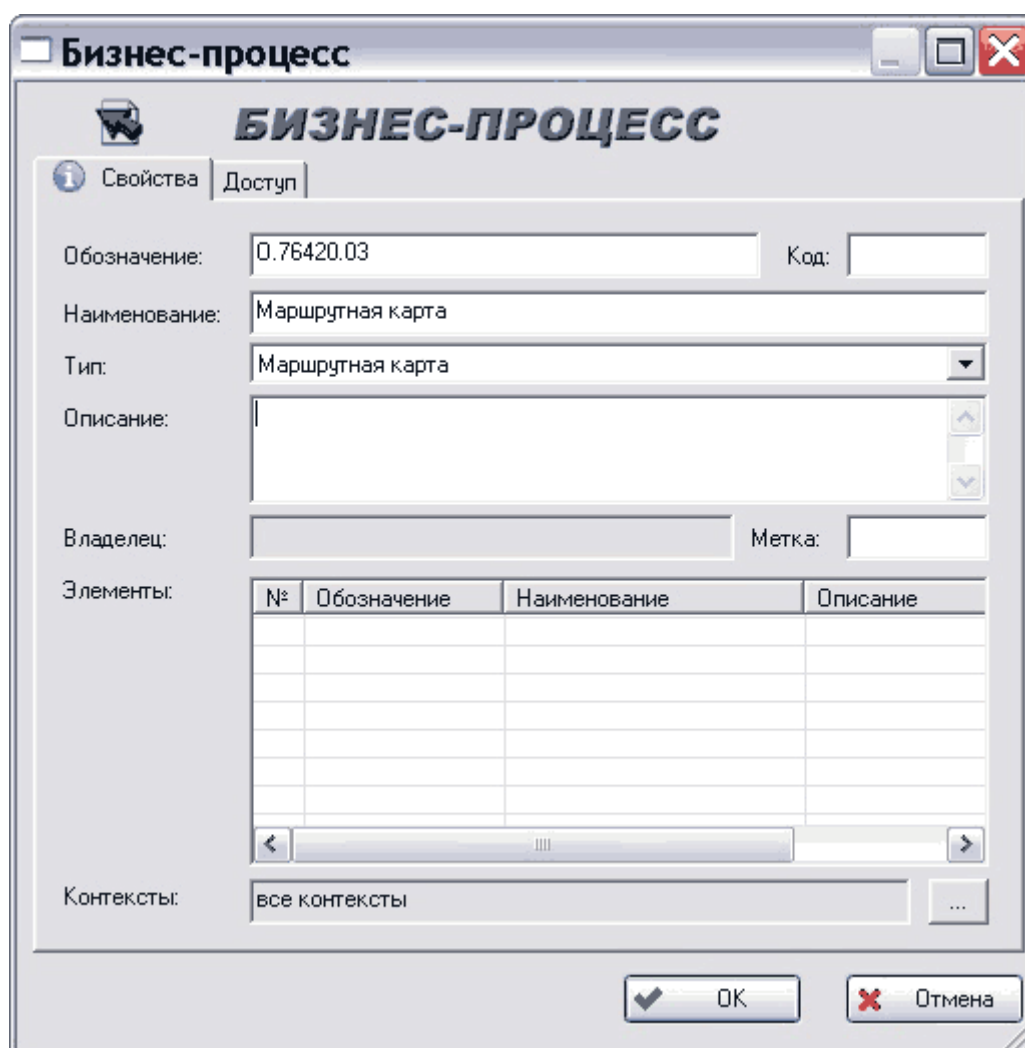

Рис. 172
3. В появившемся диалоговом окне **Бизнес-процесс** введите необходимые параметры бизнес-процесса (Рис. 172).